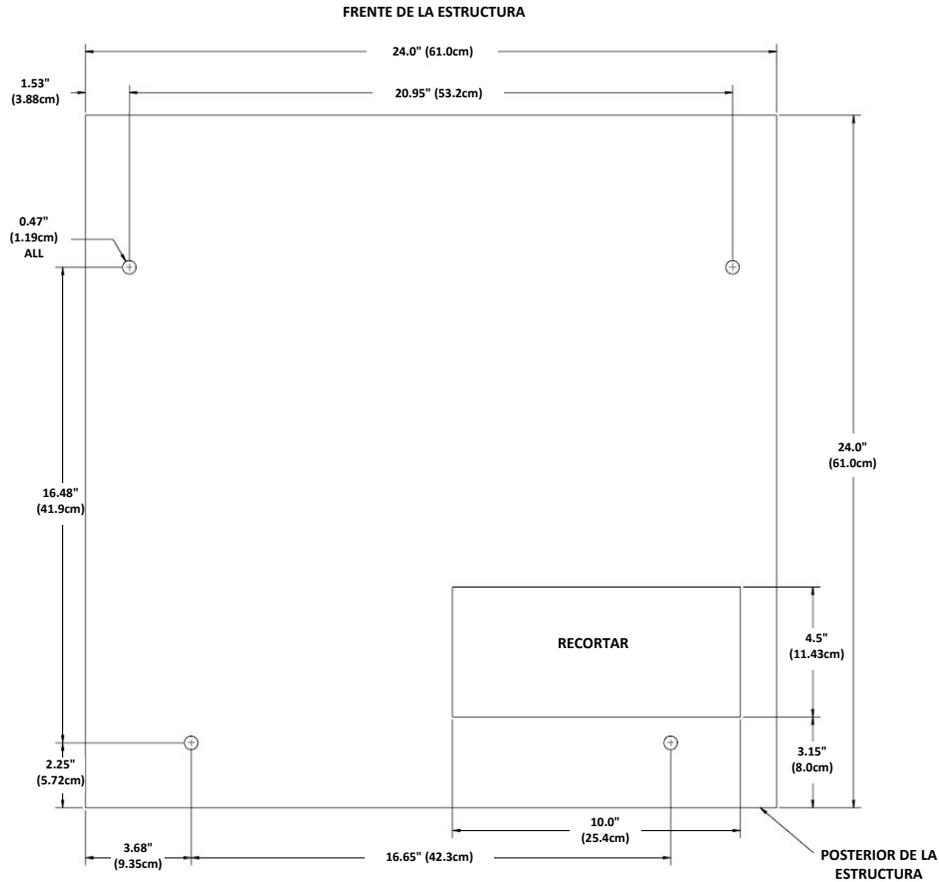

figura 8
- b. Realice el corte de las baldosas, como se muestra en la figura 8